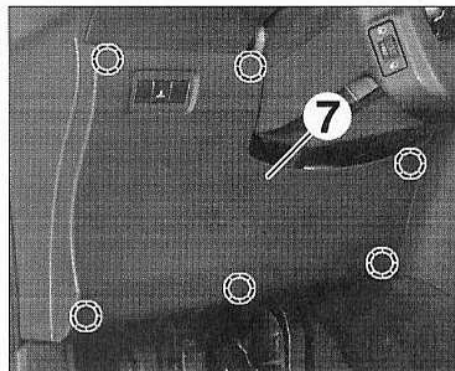

FIG.11
- la garniture genoux conducteur (7) (Fig.11),